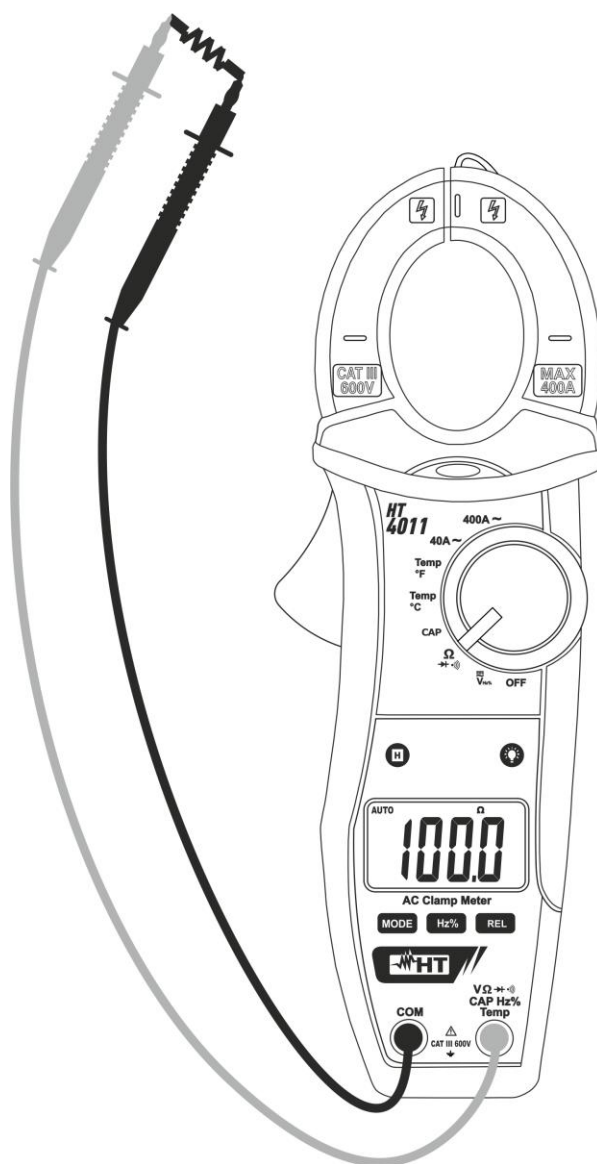

Fig. 6: Uso da pinça para medição de Resistências
3. Colocar as ponteiros nos pontos pretendidos do circuito em exame (ver Fig. 6). O valor da resistência será apresentado no display.